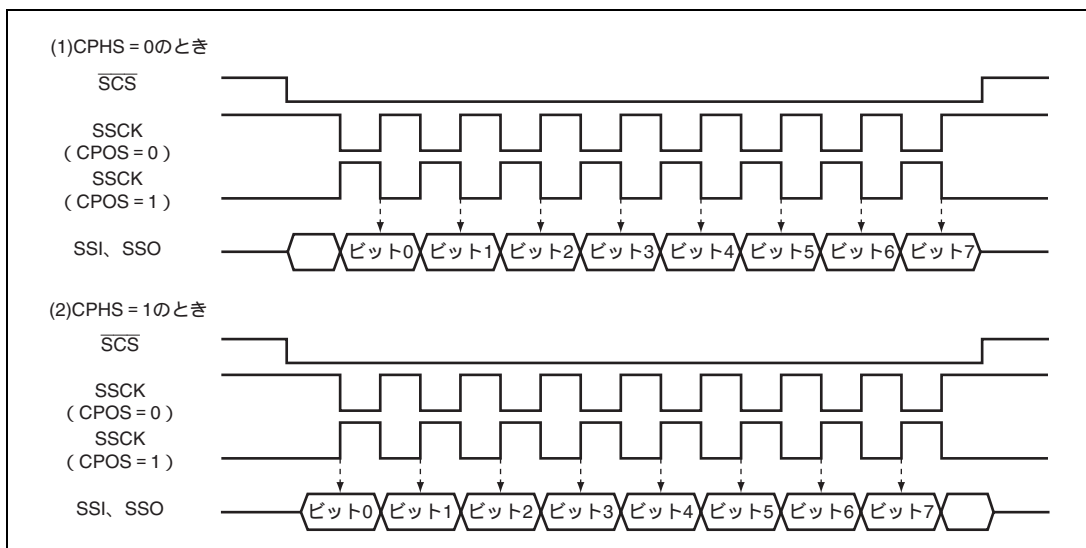

図 17.2 クロックの位相、極性とデータの関係
SSCRLのSSUMS=0のとき、SSMRのCPOSとCPHSの組み合わせでクロックの位相、極性および転送データの関係が変わります。これらの関係を図17.2に示します。SSUMS=1のとき、CPOSの設定は有効ですが、CPHSの設定は無効となります。SSUMS=1の場合の送信データの変化タイミングおよび受信データの取り込みタイミングは図17.2の「(1) CPHS=0のとき」と同じタイミングになります。